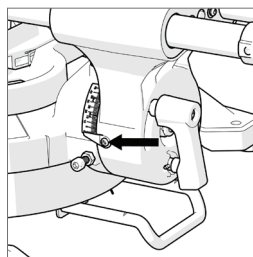

Abb. 15
- Die Schraube des Neigungswinkelzeigers mit einem Kreuzschlitzschraubenzieher Nr. 2 lösen. (**Abb. 15**)